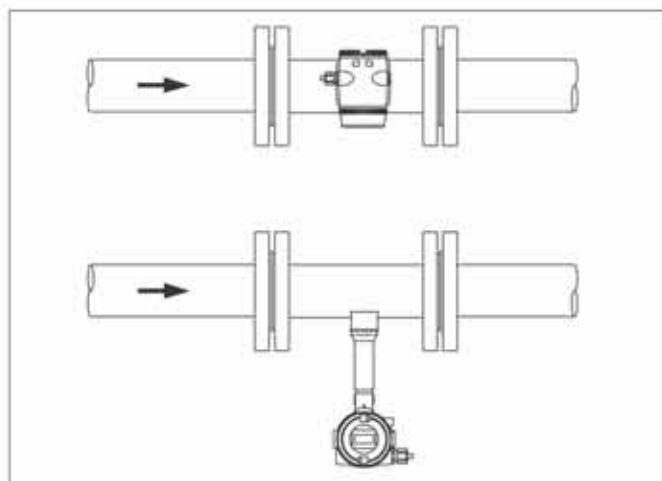

图12: 高介质温度时的安装
- 在水平安装且介质温度 $> 150^{\circ}\text{C}$ 时，应采用图12所示的安装方式。